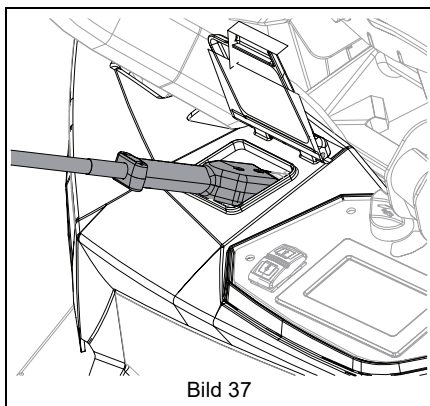

Bild 37
5. Anslut laddarkontakten till laddningsporten på maskinen. Se Bild 37.